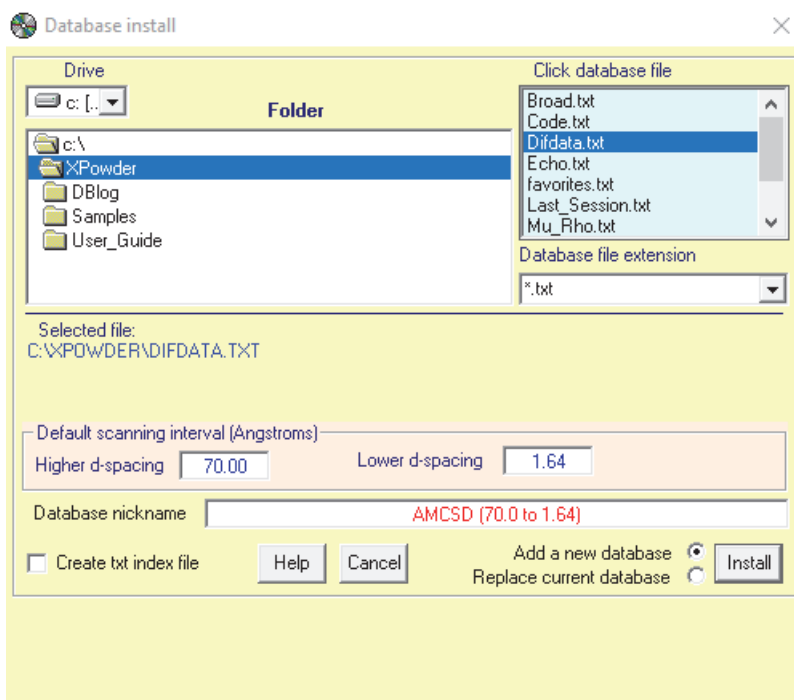

Figura C-2 Instalación de la base de datos
2. En la lista de dispositivos (**Drive**), pulse la flecha hacia abajo para localizar la unidad flash USB (ver Figura C-2 en la página 97).